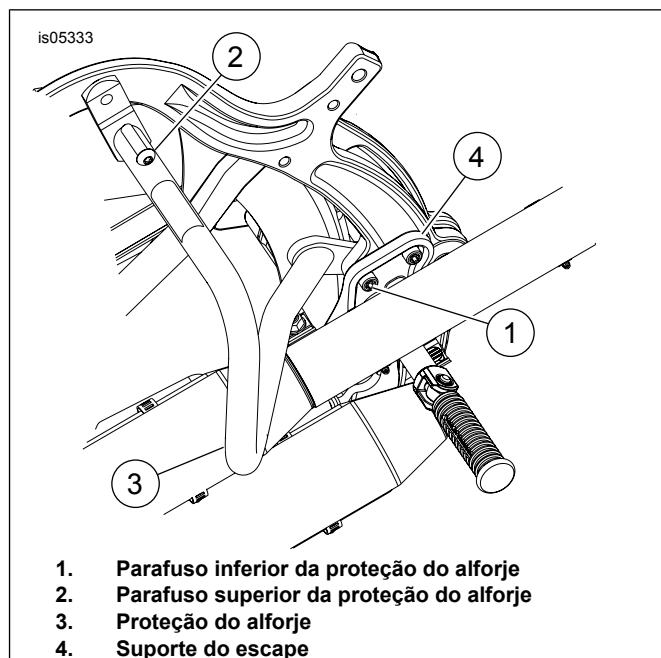
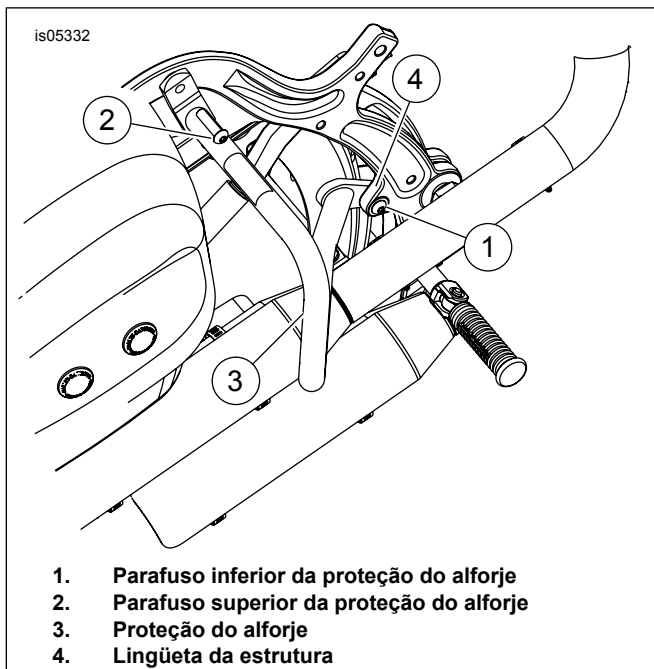

Figura 5. Instalação da proteção do alforje – lado direito mostrado (modelos ano 2005)
Figura 6. Instalação da proteção do alforje – lado direito mostrado (modelos ano 2007 e posteriores)
5. Veja a Figura 5. Mova os silenciadores o suficiente para acessar o parafuso traseiro que fixa o suporte de montagem do escape no quadro. Remova o parafuso (1) e descarte-o.
Nos modelos ano 2007 e posteriores, a lingüeta do quadro (4) tem um tampão em vez de um parafuso (veja a Figura 6, item 1).
Veja a Figura 5 ou a Figura 6.